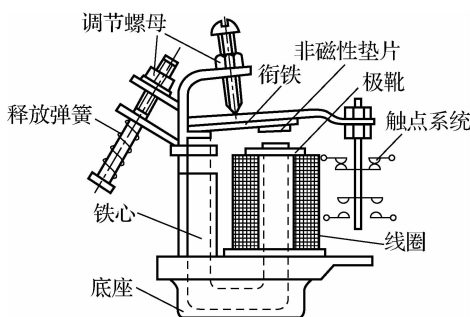

图 1-41 电磁式继电器的结构
(1)电磁继电器的结构与工作原理。电磁继电器的结构和工作原理与接触器相似,如图 1-41 所示。感测部分是电磁系统,执行部分是触点系统。